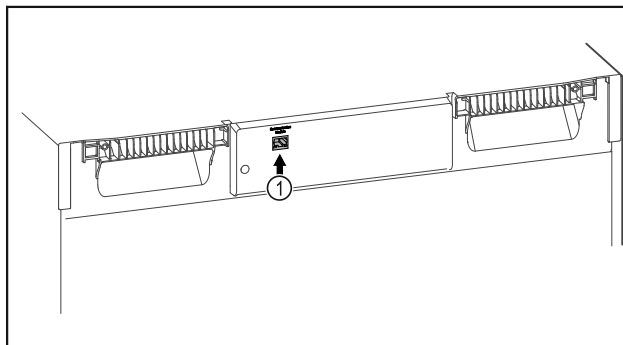

Fig. 94
- Le SmartModule Fig. 94 [1] est en place.